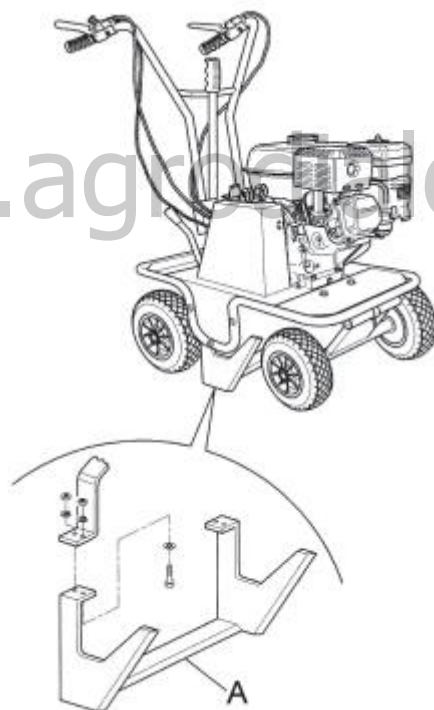

Рисунок 10
- Если во время рабочих операций нож (А рис. 10) попадает на камни или пни, немедленно остановить его и убедиться, что он не погнулся или не сломался. Необходимо заменить повреждённый нож.